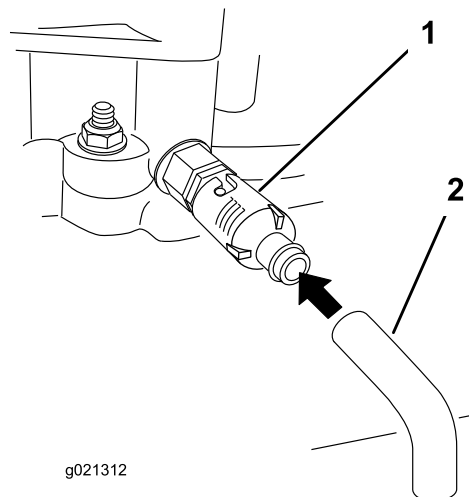

Figure 23
5. Placez un bac sous le flexible de vidange. Tournez le robinet de vidange d'huile pour permettre à l'huile de s'écouler (Figure 23).
7. Enlevez le flexible de vidange (Figure 23).